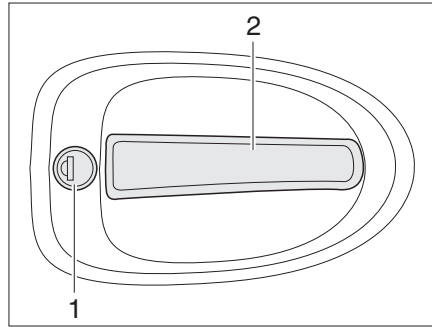

Fig. 46 Cerradura de la puerta de entrada, en el exterior
- Introducir la llave en el cilindro de cierre (Fig. 46,1) y girarla hasta que esté desbloqueada la cerradura de la puerta.
- Tirar del tirador de la puerta (Fig. 46,2). La puerta está abierta.
- Introducir la llave en el cilindro de cierre (Fig. 46,1) y girarla hasta que esté bloqueada la cerradura de la puerta.